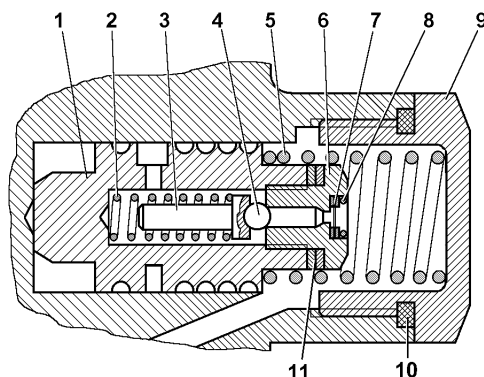

Рис. 9.36. Расходный и предохранительный клапаны насоса:
1. Отверните пробку-заглушку 9 (рис. 9.36), расположенную над выходным отверстием насоса.